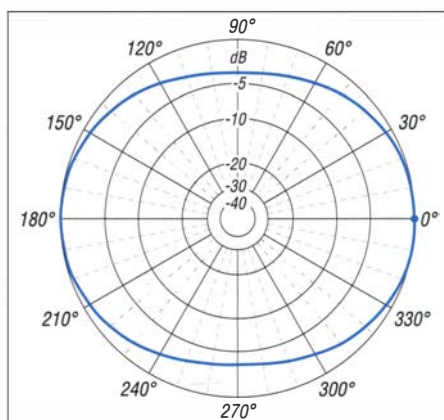

Bild 2: Im Freiraum simuliertes Azimutdiagramm der Halo-Antenne; 0 dB \cong -1 dBd
Richtdiagramm absolut kreisförmig. Das Azimutdiagramm einer horizontal polarisierten Halo-Antenne entspricht einer Ellipse (Bild 2). Dabei hat die größere Halbachse (X) in Richtung der Öffnung bzw. 180° dazu entgegengesetzt einen Antennengewinn von etwa -1 dBd. Die kleinere Halbachse (Y) ist 90° versetzt und ergibt -3 dBd bis -5 dBd, je nach Impedanz, die vom Abstand der Enden abhängt. In unserem Fall stellen sich -3,5 dBd ein.